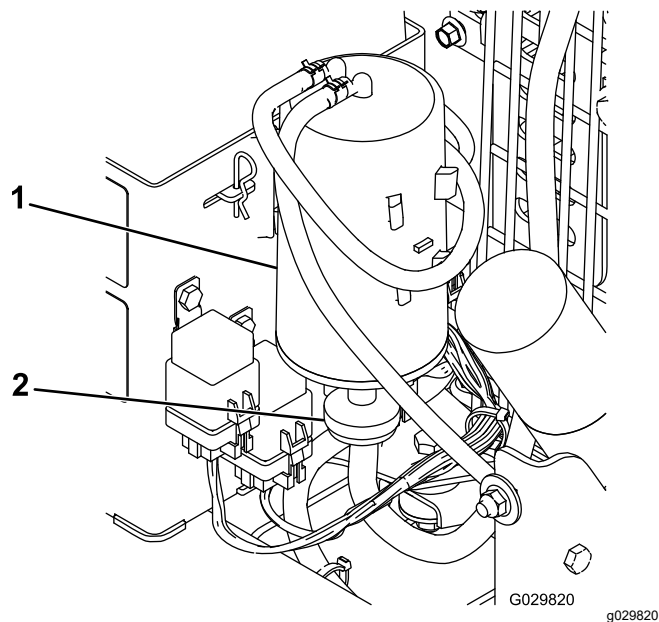

Figure 38
2. Déposez et mettez au rebut le filtre à air à charbon actif (Figure 38).